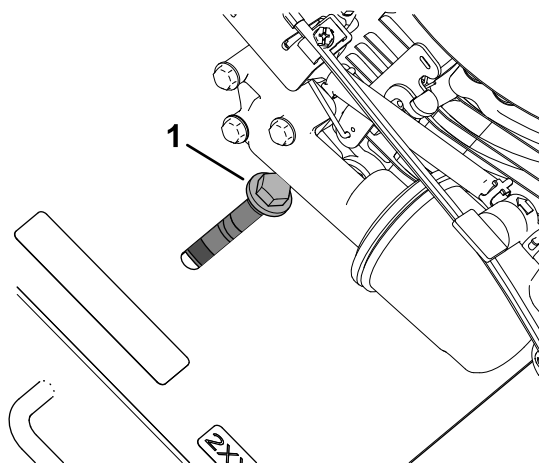
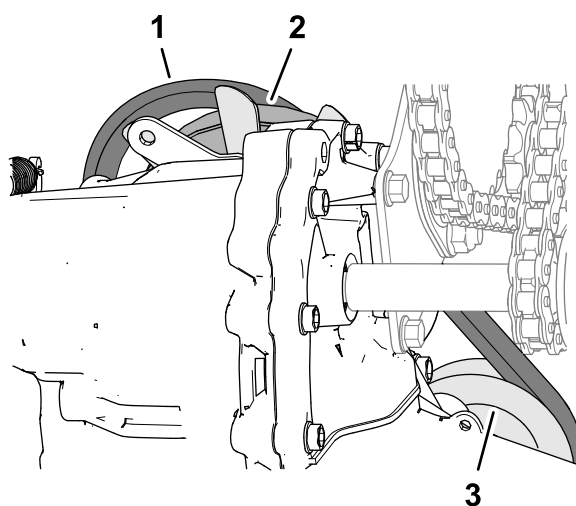

Figura 51
Figura 52
2. Afloje la contratuerca con arandela prensada y el tornillo que sujetan la polea tensora de la correa al bastidor de la máquina, mueva la polea tensora hacia dentro, y retire la correa de la polea del transeje (Figura 51 y Figura 52).